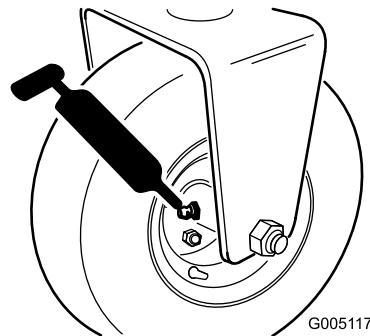

Figura 30
- Mozzo del rullo posteriore o, se è montato un kit di trazione a 3 ruote, frizioni del rullo posteriore e cuscinetto a sfera esterno (1) (Figura 30)